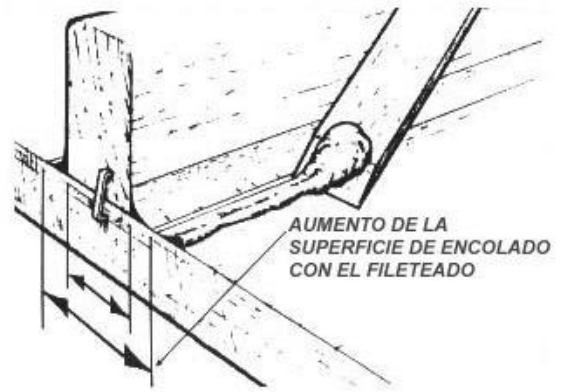

Figura 3-11 Limpie el epoxi que rebosa del margen antes de que haya curado.
4. Limpie el material excedente restante usando un bastón de mezclar afilado o una espátula para masilla (*Figura 3-11*). Puede aplicarse un tejido o cinta de fibra de vidrio sobre el área del filete antes de que el epoxi haya curado o después de que el epoxi haya curado y tras haberlo lijado.